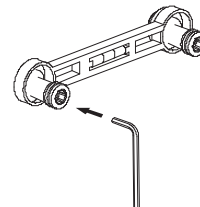

Abbildung 3
c) Vergewissern Sie sich, dass die 2 gebogenen Anschlüsse genau gerade in die Wand eingebaut sind. Der Achsabstand zwischen 2 gebogenen Anschlüssen beträgt 150 ± 8 mm. Verwenden Sie die Wasserwaage (12), um sicherzustellen, dass die Mittellinie horizontal bleibt (Abbildung 3).